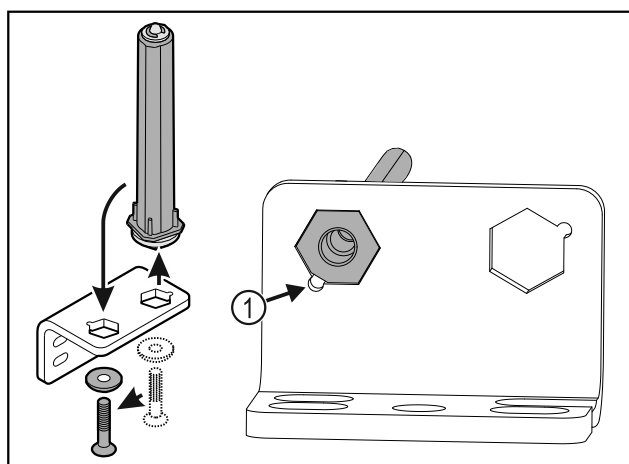

Fig. 30
- Проследите за тем, чтобы при установке скос пальца Fig. 30 (1) указывал в направлении круглого отверстия.